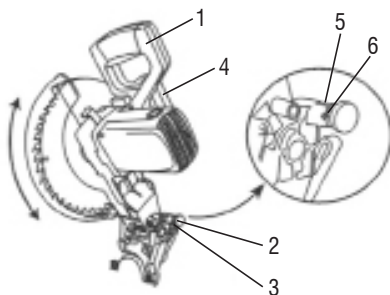

Fig. 6 - Transporte e armazenagem do cabeçote da máquina
- 2 - Puxe o pino trava (2) e posicione na posição (5), Fig. 6;